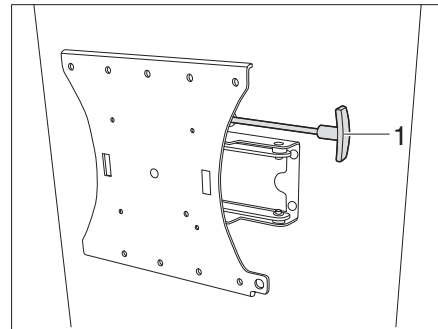

Bild 132 Fäste med ledad arm (variant 2)
- Dra i spaken (Bild 132,1) för att lossa den platta bildskärmen ur spärren.
- Skjut in spaken (Bild 132,1) igen för att spärra.